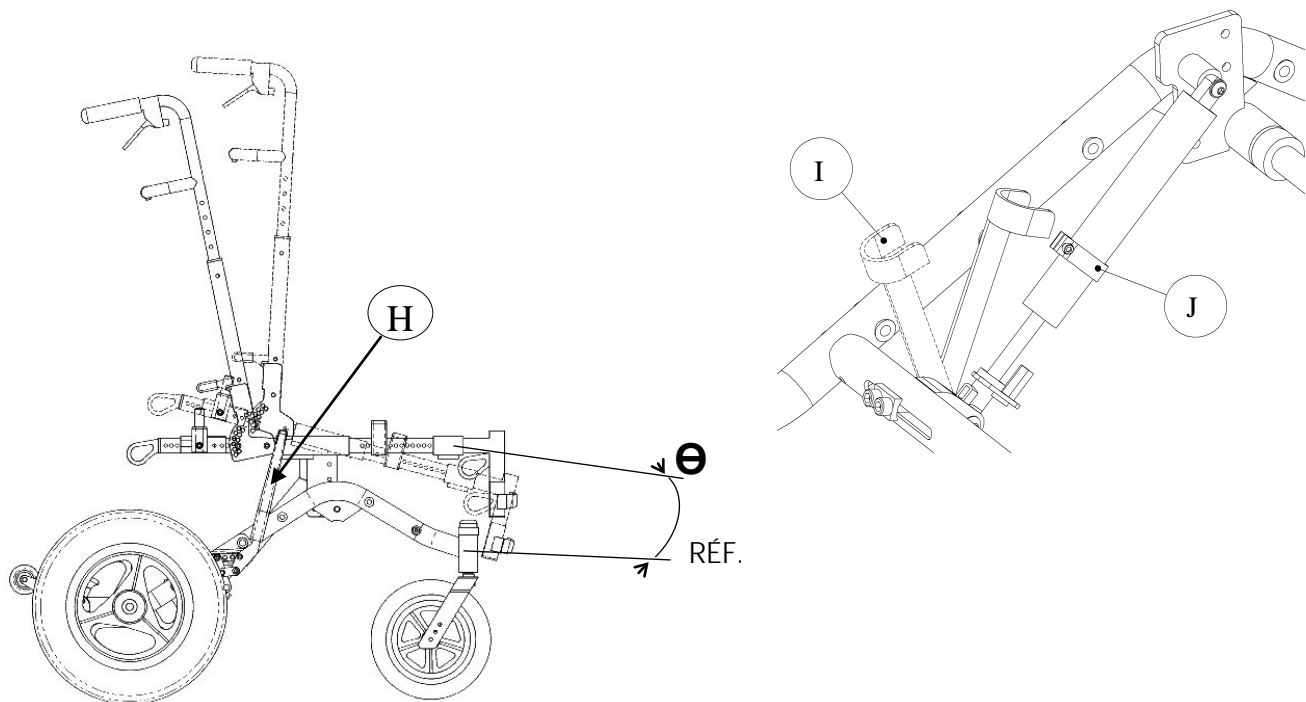

Figure 22 - Fonctionnement de la bascule négative
1. Lors de la mise en bascule négative, actionner les freins d'immobilisation **H** (Figure 22). Consulter la section 13.3. L'angle Θ de bascule peut varier suivant la hauteur siège/sol, la position de l'essieu des roues arrière, la position de l'interface, l'inclinaison du dossier et la largeur hors-tout;